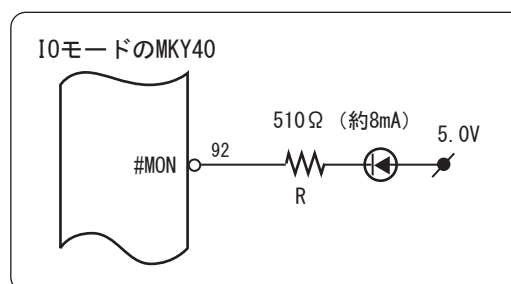

図 7.10 #MON 端子への LED 接続例
#MON 端子は、LED のカソード端子側を接続して LED を点灯させることができます。この端子は、± 8mA の電流駆動能力があります。8mA 以下の電流によって点灯可能な LED ならば、Lo レベルの時に LED が点灯する図 7.10 に示す接続が可能です。図 7.10 の電流制限抵抗 (R) の値は、使用する LED 部品の定格に合わせてユーザシステムのハードウェア設計者が決定してください。#MON 端子へは安定動作を示す緑色の LED 部品の接続を推奨します。この端子を使用しない時は、開放してください。